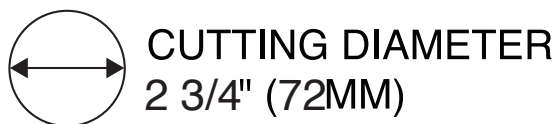

FIG. 1
3. Using wire nuts, connect green ground wire of cable to green wire on box. Connect white wire of cable to white wire of box. Connect black wire of cable to black wire of box. (Fig. 1)
3. À l'aide de serre-fils, connectez le fil de terre vert du câble au fil vert sur la boîte. Connectez le fil blanc du câble au blanc fil de boîte. Connectez le fil noir du câble au fil noir de boîte. (Fig. 1)